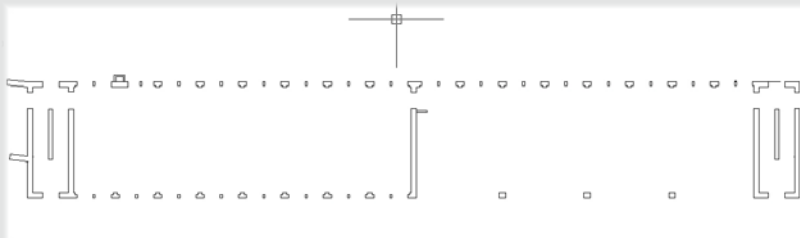

Figure 10
4. Le calque « gros œuvre » est maintenant isolé ; nous avons changé sa couleur jaune en noir pour qu'il soit plus visible sur fond blanc (voir Figure 10). Désormais, la structure et la logique constructive, le système poteaux/poutres du corps du bâtiment, le voile central et son joint de dilatation et les deux cages d'escaliers de part et d'autre du bâtiment sont nettement visibles.